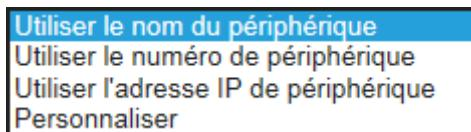

Figure 6-19 Répertoire parent
- ◆ **Répertoire parent** : Les fichiers sont enregistrés dans un dossier du serveur FTP. Vous pouvez nommer le dossier selon la méthode de la Figure 6-19